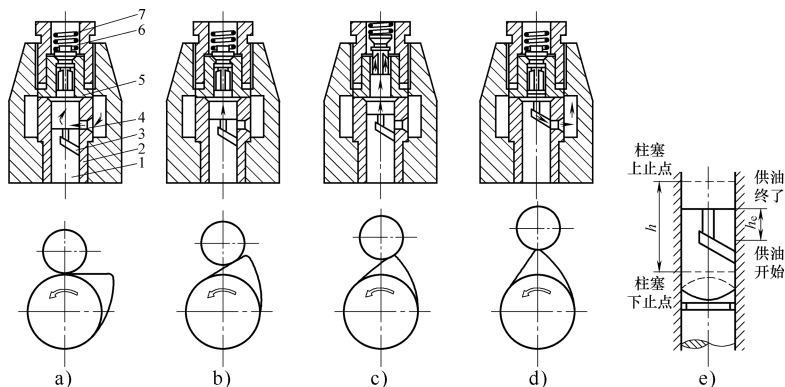

图 2-19 泵油原理
(2) **高压油路** 进入柱塞上方压油腔的燃油被柱塞压缩后,产生高压燃油,高压燃油沿柱塞的轴向油道和分配口,经分配套筒的分配通道、出油阀、出油接头和高压油管,送至喷油器,其泵油原理如图 2-19 所示。